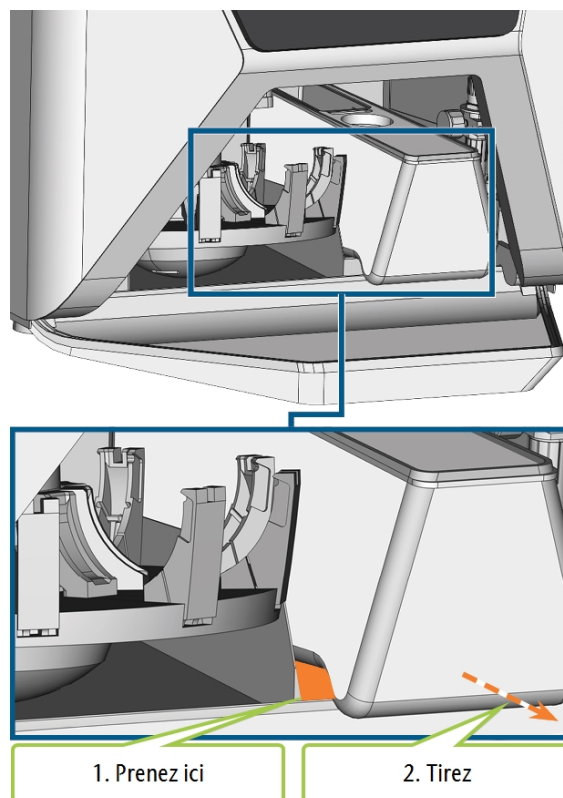

FIG. 35 – RETIRER LE RÉSERVOIR DE LIQUIDE DE REFROIDISSEMENT DU COMPARTIMENT MULTIFONCTION
5. Retirez le réservoir de liquide de refroidissement du compartiment dans la direction indiquée par la flèche (🔗 Fig. 35 – bas).